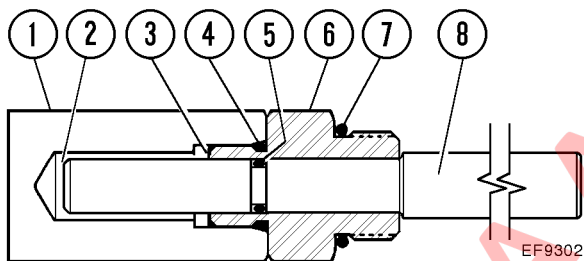

FIGURA 5-2. INDICADOR DE DESGASTE DEL FRENO
Revise el desgaste del disco del freno cada 1000 horas con una herramienta indicadora de desgaste (EF9302) incluida en el grupo de herramientas enviado con el camión (vea la Figura 5-2).
- a. Saque la cubierta (1, Figura 5-2) del indicador de desgaste.
- b. Empuje el pasador (8) hasta que choque con el pistón del freno.
- c. Mida la distancia desde la cara del extremo del pasador del indicador (2) hasta la cara de la carcasa (3).
- ☐ Si la cara del extremo del pasador del indicador (2) está al mismo nivel o más abajo que la cara de la carcasa (3), significa que el paquete de discos está desgastado más allá del límite seguro, por lo tanto programa la remanufacturación de estos frenos.
- ☐ Si la cara del extremo del pasador del indicador (2) se extiende más allá de la cara de la carcasa (3), entonces el desgaste del disco de freno está dentro de los límites permitidos.
7. Tire el pasador (8) hasta que la carcasa de la herramienta (6) lo detenga e instale la cubierta (1).
NOTA: Si observa alguna fuga alrededor de la herramienta indicadora de desgaste del disco de freno, reemplace los O-rings (4, 5 y 7, Figura 5-2).